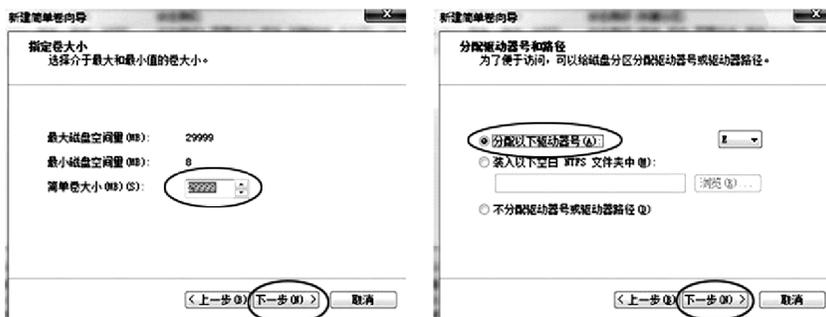

图 3-100 “指定卷大小”和“分配驱动器号和路径”选项卡示意图
3) 在出现的“指定卷大小”选项卡中的“简单卷大小”选项中，选择创建卷的大小或接受最大默认大小，然后单击“下一步”按钮。接下来，在“分配驱动器号和路径”选项卡中选择接受默认驱动器号或选择其他驱动器，以标识分区，设置好后再次单击“下一步”按钮，如图 3-100 所示。